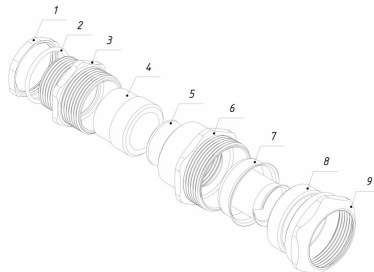

Рисунок 1 - Состав комплекта
2.8 Состав комплекта (см. Рисунок 1): заземляющая гайка (1), тороидальное уплотнительное кольцо (2), корпус (3), кабельное уплотнение (4), заглушка (5), штуцер (6), оконцеватель металлорукава (7), уплотнение металлорукава (8), накидная гайка (9).